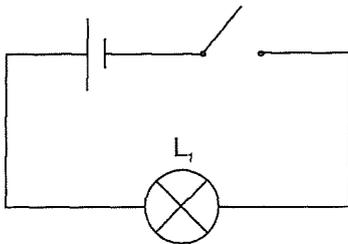

Figure 9.1
4.1. Réaliser le montage de la figure 9.1. Fermer l'interrupteur. Estimer l'éclat de l'ampoule. Noter les observations.